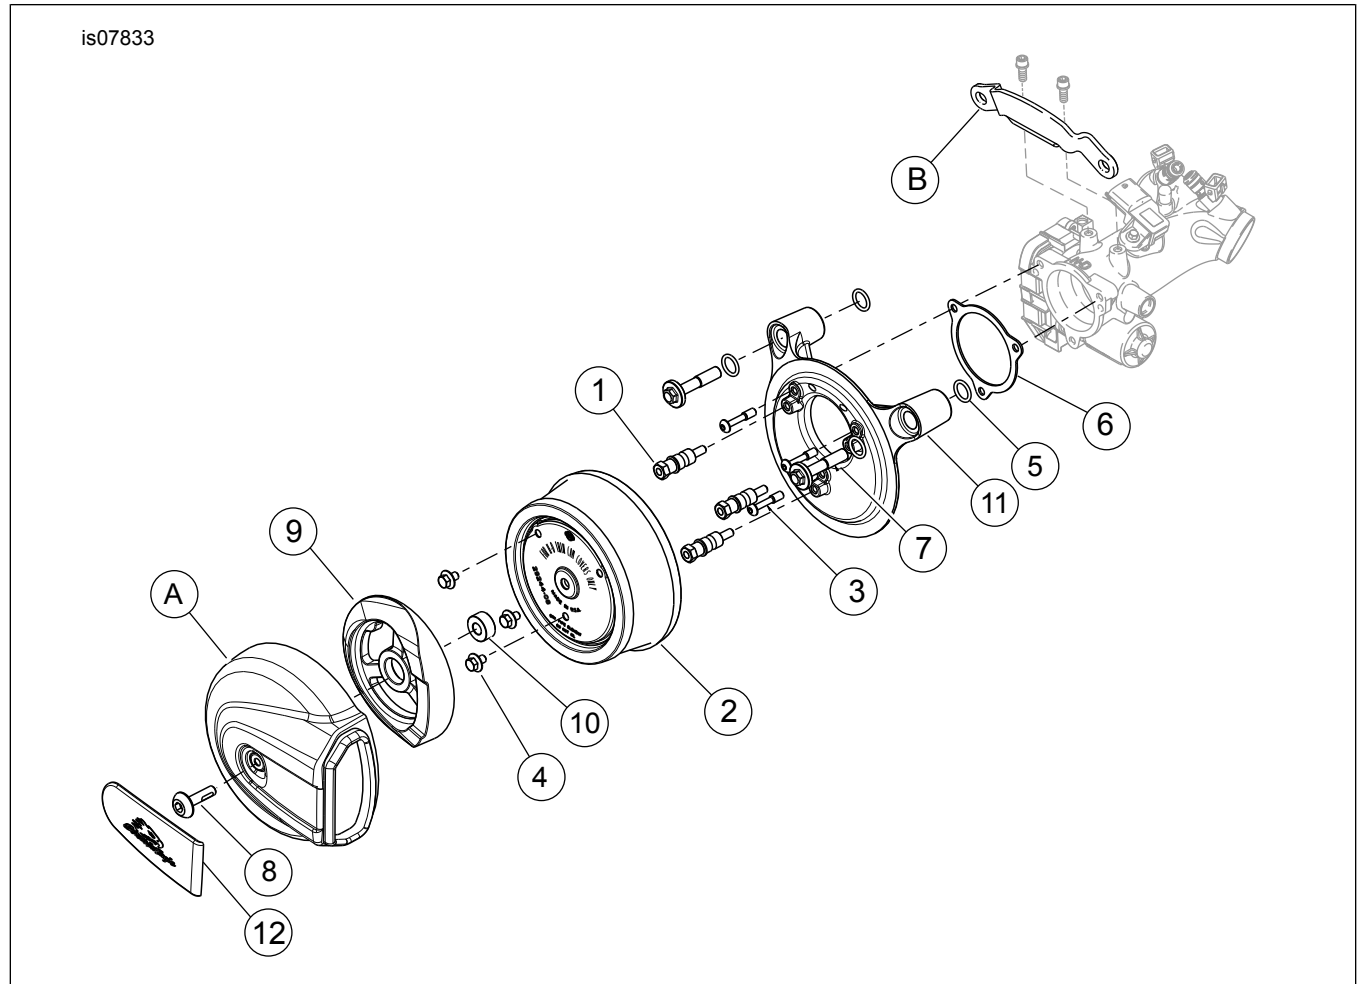

Abbildung 1. STAGE I LUFTFILTER
Siehe Abbildung 1 und Tabelle 1.
2. Siehe Abbildung 1 und Tabelle 1. Die originale Luftfilterabdeckung (A) entfernen. Die verbleibenden Teile entsorgen.
4. Halterung der Ansaugereinheit (B) entfernen und entsorgen.
1. Siehe Abbildung 1. Den Schutzstreifen von der Dichtung (6) abziehen und die Dichtung mit der klebenden Seite auf die Grundplatte (11) legen. Die Dichtung auf die in gleichmäßigen Abständen vorhandenen Schraubenlöcher ausrichten und die Dichtung behutsam platzieren, bevor sie fest angedrückt wird.
2. Zwei O-Ringe (5) aus dem Satz in den Rillen um die Entlüftungsschraubenlöcher auf der Ansaugereinheitsseite der Grundplattenbaugruppe anbringen. Zwei O-Ringe (5) aus dem Satz in den Rillen an der Kopfunterseite der Entlüftungsschrauben (7) einbauen.
3. Die neuen Entlüftungsschrauben (7) durch die Grundplatte (11) einsetzen.
6. Die Grundplatten-Schrauben (3) ganz durch die Grundplatte (2) einschrauben, bis die Schraubengewinde auf der Rückseite der Grundplatte freiliegen. Loctite 243 (blau) auf die Gewinde der Grundplatten-Schrauben auftragen.
8. Die Befestigungsbolzen (1) des Luftfiltereinsatzes in die Grundplatte (11) eindrehen. Zu diesem Zeitpunkt nicht vollständig anziehen.
9. Zwei Entlüftungsschrauben (7) in Wechselfolge auf ein Drehmoment von 13,6–16,3 N·m (120–144 **in-lbs**).
10. Die drei Grundplattenschrauben (3) auf folgendes Drehmoment anziehen: 6,2–6,8 N·m (55–60 **in-lbs**).
11. Die drei Einsatzbefestigungsbolzen (1) auf folgendes Drehmoment anziehen: 6,2–6,8 N·m (55–60 **in-lbs**).
1. Siehe Abbildung 1. Den Luftfiltereinsatz (2) mit den Schrauben (4) an den Luftfilter-Befestigungsbolzen (1) befestigen. Die Schrauben auf folgendes Drehmoment anziehen: 6,2–6,8 N·m (55–60 **in-lbs**).
2. Den Original-Luftfilterabdeckungseinsatz behutsam aus dem Luftfilter (12) ausbauen und entsorgen. Klebstoffreste mit Mineralbeize von der Abdeckung entfernen.
1. Siehe Abbildung 1. Den Luftfilter entfernen und den Filtereinsatz (2) alle 8.000 km (5000 mi) oder bei staubigen Bedingungen häufiger überprüfen.
3. Den Luftfiltereinsatz (12) einbauen.